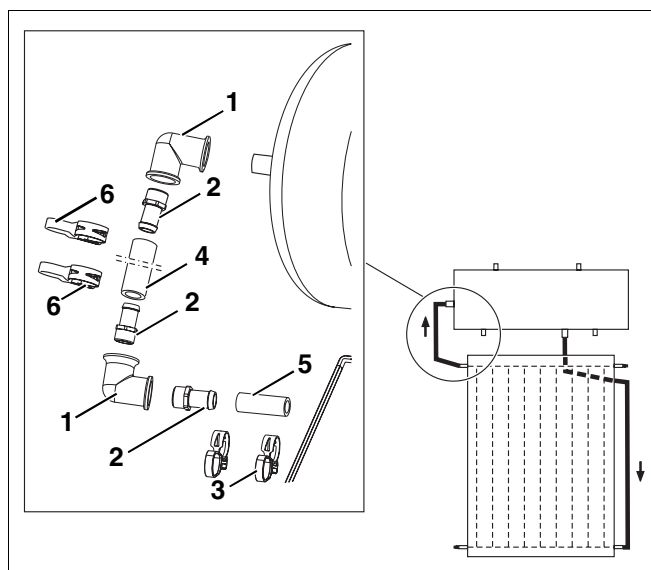

Fig. 18 Montar a tubagem de avanço
- B Encaixar a mangueira solar curta (fig. 18, **item 5**) na ligação do colector em cima e empurrar a braçadeira de mola (fig. 18, **item 3**) até ao colector.
- B Se a braçadeira de mola (fig. 18, **item 3**) estiver correctamente assente, pode puxar-se o anel de fixação.
- B Montar previamente o cotovelo em cima e em baixo (fig. 18, **item 1**) com os terminais de mangueira (fig. 18, **item 2**). Aparafusar o cotovelo em cima com o terminal de mangueira à ligação de avanço.
- B Estabelecer a ligação entre o termoacumulador e o colector com a mangueira solar 300 mm (fig. 18, **item 4**) e fixar com braçadeiras de mola (fig. 18, **item 6**).